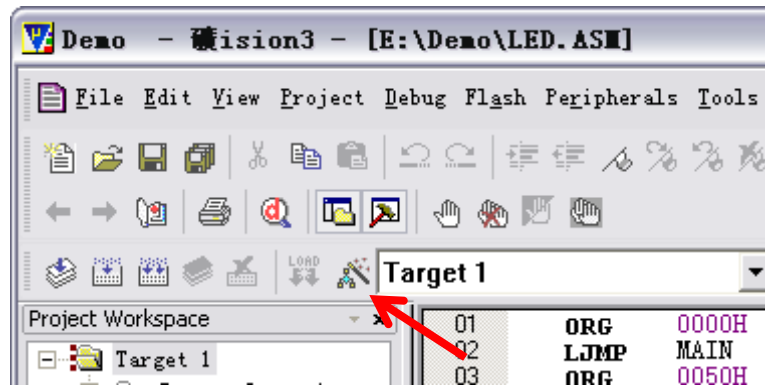

图 3.7
10) 点击工具栏“Options for target”按钮，图 3.7 箭头所示